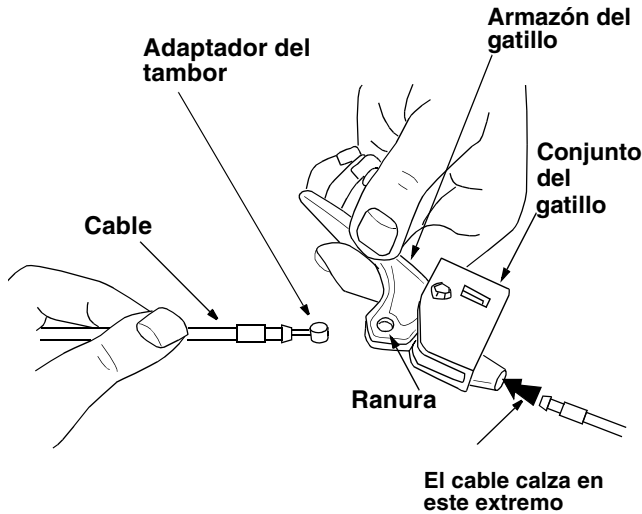

Figura 12
- Coloque el adaptador del tambor del cable dentro del orificio del gatillo. Usted puede encontrar los gatillos y la ferretería relacionada en el grupo H del conjunto de ferretería (en la página 5). Tire del cable y gírelo alrededor del fondo del gatillo, con el cable interior en la ranura, hasta que el extremo del cable pueda ser empujado dentro del armazón del gatillo y calzado firme. Vea la Figura 12.